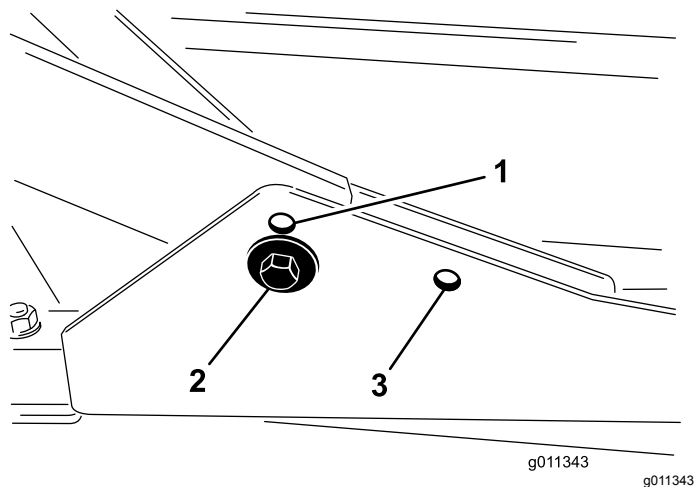

Figura 7
- Para alturas de corte entre 2,0 a 7,6 cm, monte as estruturas de suporte frontais nos furos de montagem frontais inferiores (Figura 7).
- Para alturas de corte entre 6,3 a 10 cm, monte as estruturas de suporte frontais nos furos de montagem frontais superiores (Figura 7).
Para todas as alturas de corte, monte a unidade de corte traseira nos furos de montagem traseiros (Figura 7).